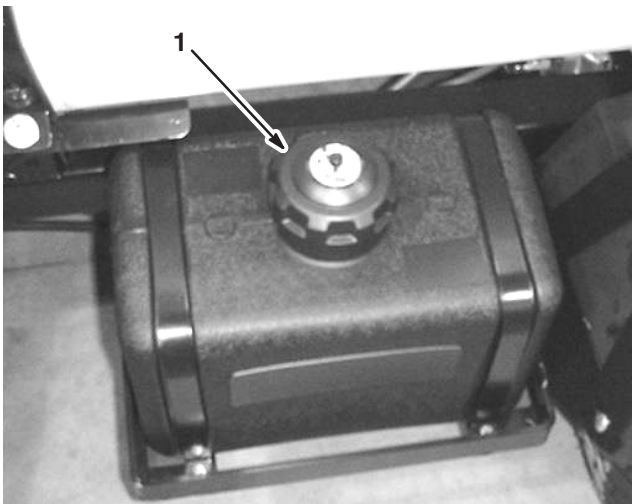

Bild 6
2. Reinigen Sie den Bereich um den Tankdeckel (Bild 6).